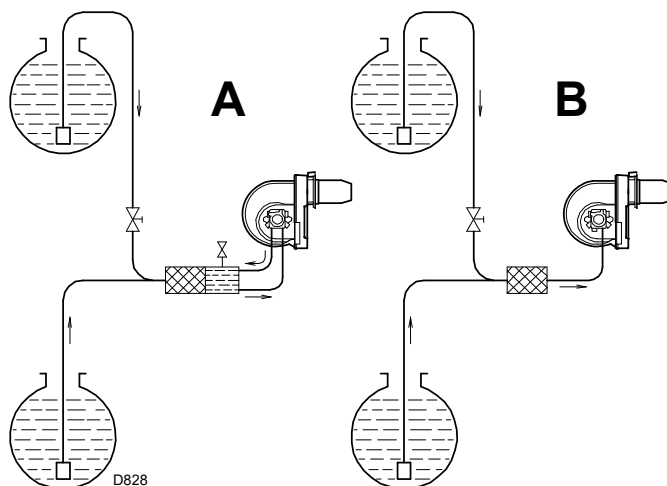

Fig. 16
- Premostenie mimo čerpadla (**A**, Fig. 16) (odporúča sa)
- Premostenie vnútri čerpadla (**B**, Fig. 16)